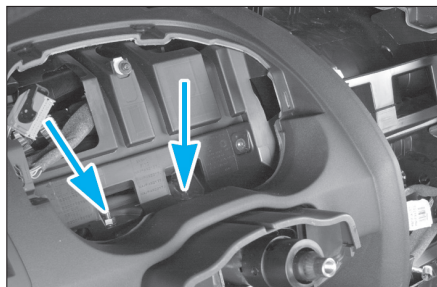

FIG. 11
- Déposer les écrous de fixation inférieurs de la colonne de direction (Fig.11).